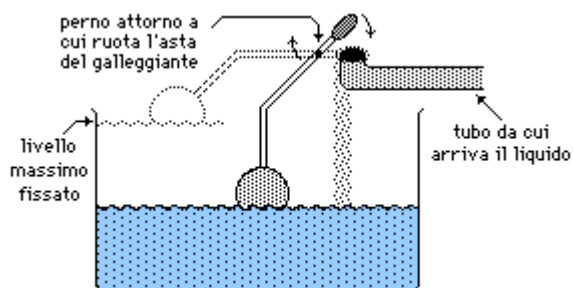
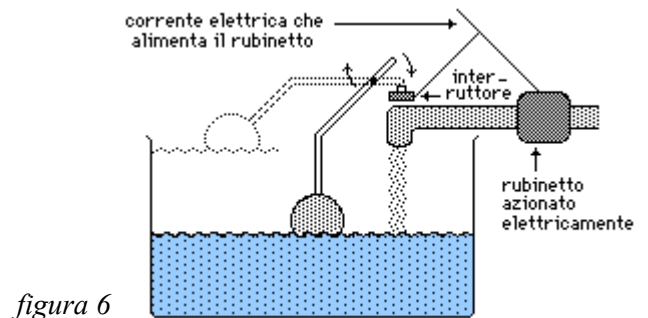

figura 5
figura 6
– *confronti* tra informazioni: abbiamo visto come un particolare timer confronta l'ora attuale con le ore fissate dall'utente (quando la levetta tocca la bandierina le due ore vengono a coincidere); analogamente un termostato può controllare la temperatura sulla base della dilatazione della sostanza impiegata dal termometro e un galleggiante può essere impiegato per controllare il livello di un liquido (vedi *figura 5*); questi dispositivi sono tutti esempi di *valvole di controllo*;
Ad esempio il galleggiante della figura 5 invece di chiudere direttamente l'apertura del tubo facendo leva sul perno potrebbe azionare un interruttore che comandi la chiusura di un rubinetto azionato elettricamente (vedi figura 6).